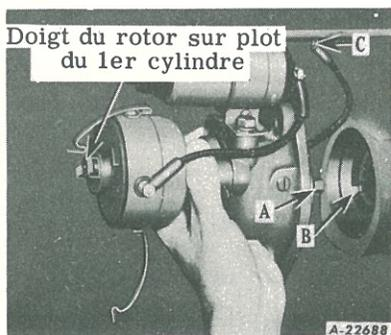

Figure 41 - Mise en place du distributeur
1. Débranchez de la bobine le fil "C" (figure 41) de l'interrupteur d'allumage.
3. Tournez lentement le moteur à la manivelle jusqu'à ce que le doigt du rotor du distributeur se trouve à la position d'allumage du cylindre N° 1. Voyez figure 41.
2. Tirez l'arbre d'entraînement de façon à désengrener les pignons; tournez ensuite l'arbre en sens inverse d'horloge pour que les tenons d'entraînement "A" soient approximativement à 35° après l'horizontale, ou qu'ils soient à peu près à la même position que les encoches de l'arbre d'entraînement "B". Voyez figure 41. Engagez les pignons et enfoncez l'arbre en place avec la paume de la main.
4. Connectez à la borne négative de la bobine le fil "C" (figure 41) de l'interrupteur d'allumage.